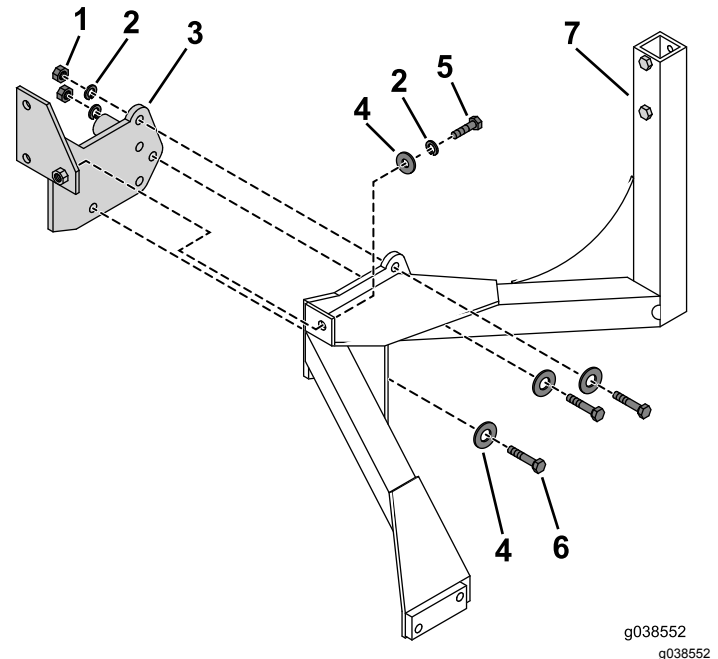

Рисунок 6
1. Прикрепите монтажную пластину к монтажному кронштейну с помощью трех болтов ($\frac{1}{2} \times 1\frac{1}{4}$ дюйма), плоских шайб, стопорных шайб и гаек (Рисунок 6).
2. Прикрепите монтажный кронштейн к монтажной пластине с помощью болтов ($\frac{1}{2} \times 1$ дюйм), гаек и стопорных шайб (Рисунок 6).